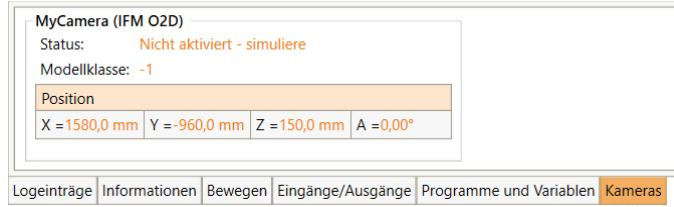

Abbildung 44: Kamera-Statusbereich
- CRI-Schnittstelle: Das Bild wird über die Ethernet-Schnittstelle an iRC übertragen und kann dort im Kamera-Statusbereich beobachtet werden (s. Abb. 44).